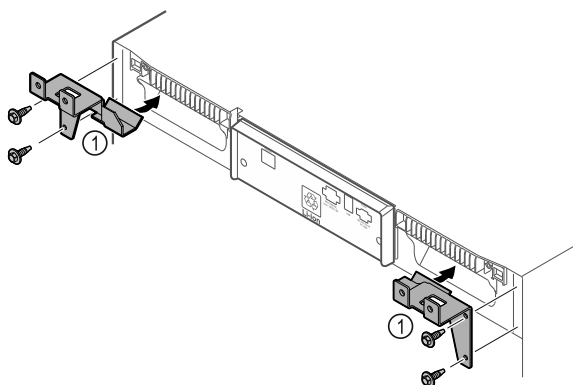

Fig. 10
- Zamontować części mocujące Fig. 10 (1) na urządzeniu przy użyciu śrub samogwintujących.